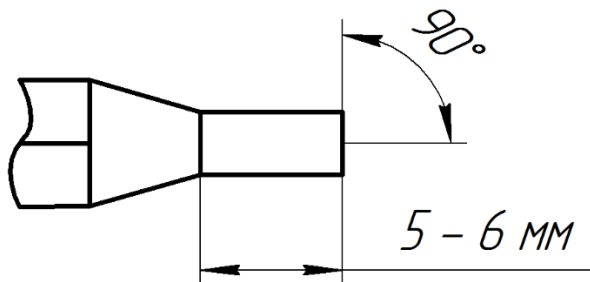

Рисунок 2.1 – Заточка карандаша для проведения испытания
1. Заточить карандаш, снимая только дерево и оставляя грифель цилиндрическим на расстоянии 5 - 6 мм (рис. 2.1).